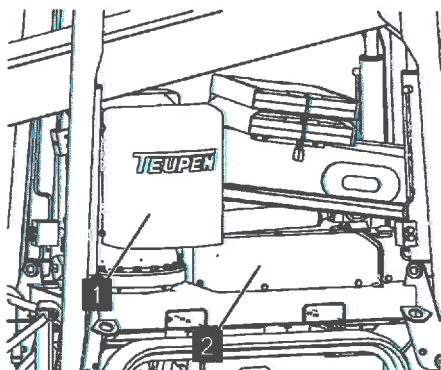

Abb. 89: Abdeckhauben abnehmen
2. Abdeckhauben (Abb. 89/1 und 2) abnehmen.
Unter der Abdeckhaube (Abb. 89/1) befinden sich die Ventile zum Bühnenbetrieb (☞ Kapitel 6.13 „Ventilbelegungen“ auf Seite 95) und unter der Abdeckhaube (Abb. 89/2) die Ventile zum Stützenbetrieb (☞ Kapitel 6.13 „Ventilbelegungen“ auf Seite 95).